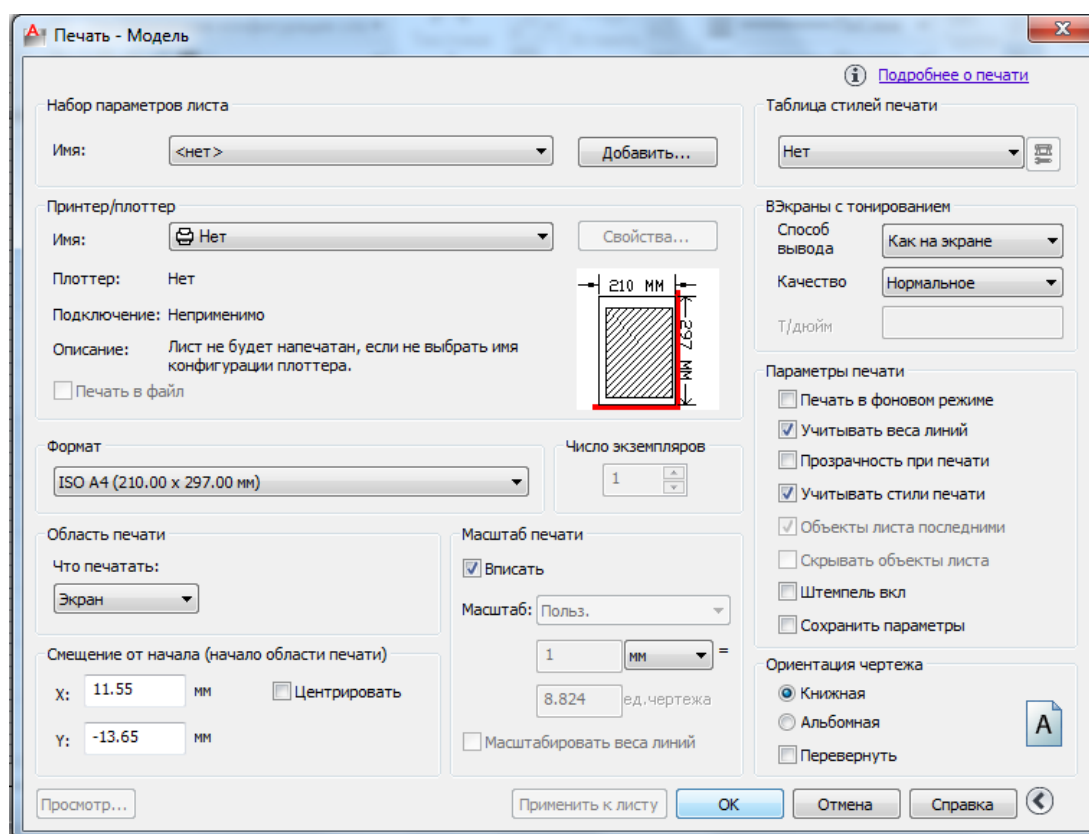

Рисунок 8.3-Настройка печатающего устройства
- 3). Вызвать команду *Печать* из меню *Файл*. В появившемся окне (рисунок 8.3) необходимо установить следующие настройки: